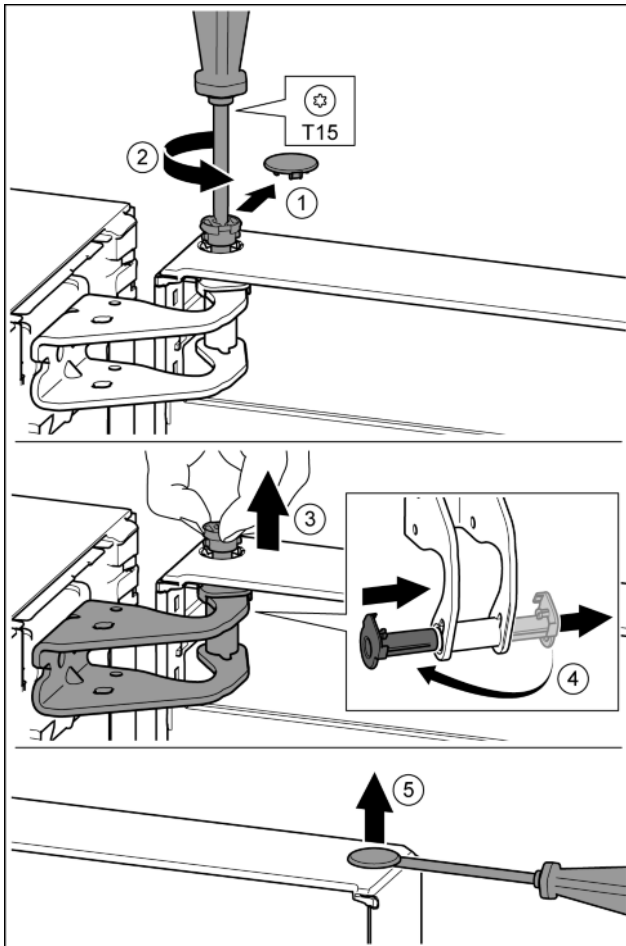

Fig. 10
- ▶ Осторожно снять предохранительную крышку. Fig. 10 (1)
- ▶ Выкрутить палец отверткой T15, выведя из зацепления с деталью. Fig. 10 (2)
- ▶ Удерживать дверь и вытянуть палец рукой. Fig. 10 (3)
- ▶ Опорную втулку вывести из направляющей. Установить и зафиксировать с другой стороны. Fig. 10 (4)
- ▶ Осторожно приподнять шлицевой отверткой заглушку из опорной втулки двери и вынуть. Fig. 10 (5)